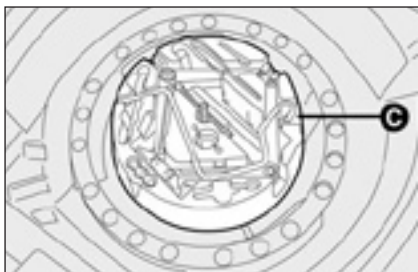

рис. 12
- Положите домкрат в полуоткрытом положении в контейнер С-рис. 12 для того, чтобы предотвратить вибрацию при движении;
- Уложите контейнер **С-рис. 12** с инструментами в багажное отделение;